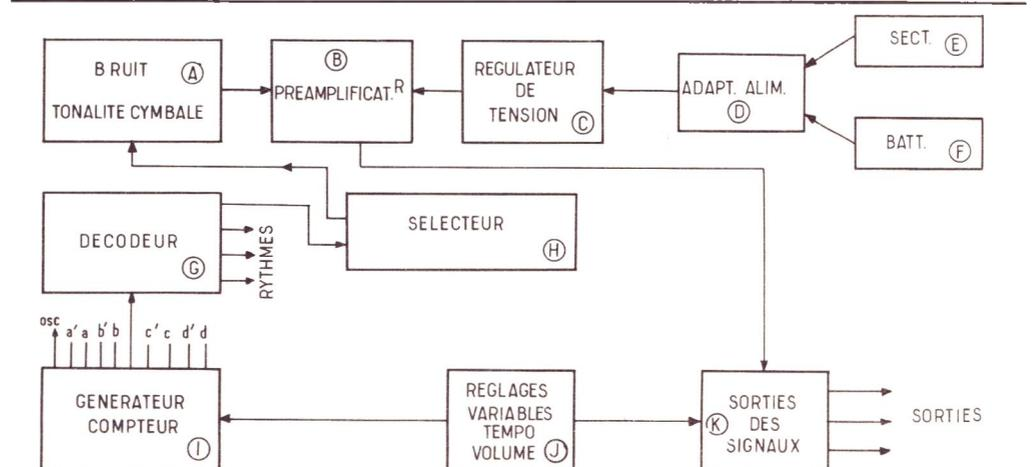

Figure 1
Voici à la figure 1, un diagramme indiquant les principales parties du Combo.
Passons maintenant à la partie (A) de la figure 1.